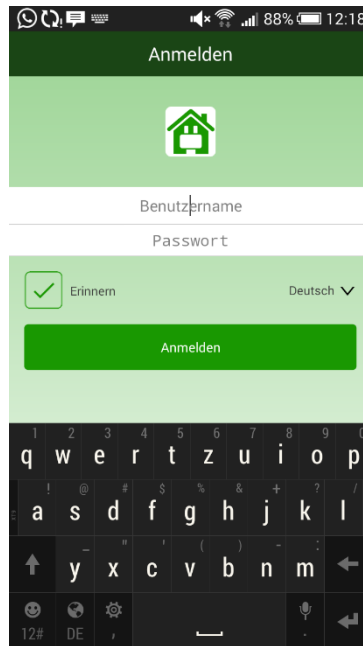

Abbildung 60: Anmeldefenster der BYD EnergieMS App
- Starten Sie mit ihrem Smartphone die APP „BYD EnergyMS“. Geben Sie als Benutzernamen den von Ihnen gewählten Benutzernamen ein. Als Passwort geben Sie das von Ihnen gewählte Passwort ein. In Abbildung 60 ist die Anmeldeoberfläche der APP dargestellt.